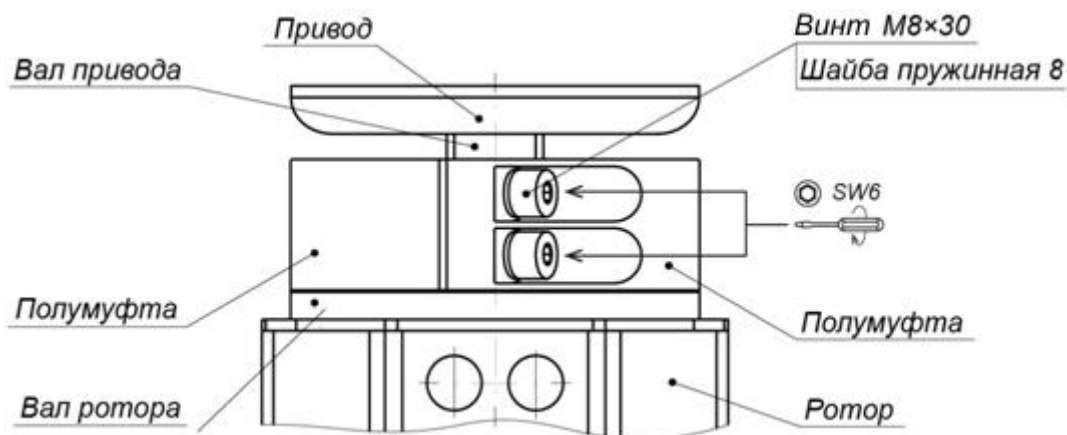

Рисунок 18. Муфтовое соединение вала привода исполнительного механизма с валом ротора
- Соедините верхний вал ротора с валом привода исполнительного механизма двумя полумуфтами и четырьмя винтами M8x30 с пружинными шайбами (ключ SW6) (см. рис. 18). Будьте осторожны, полумуфты имеют большой вес, не допускайте их падения во избежание травм!
2. Снимите полумуфты (см. рис. 18), отвернув 4 винта М8 муфтового соединения (4). Будьте осторожны! Удерживайте ротор и полумуфты от падения.